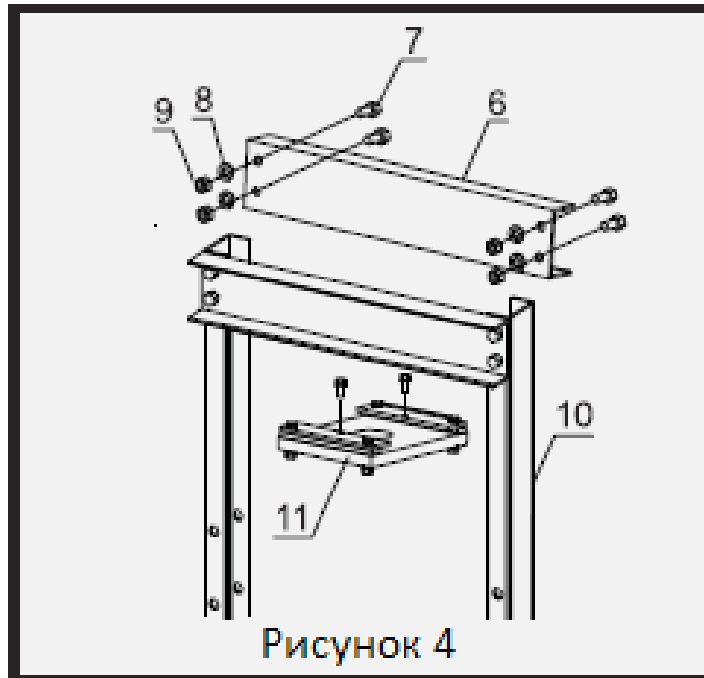

Рисунок 4
5. Совместите отверстия на верхней балке (6) с отверстиями в верхней части стоек рамы (10) и закрепите их на месте болтами (7), шайбами (8) и гайками (9). Прикрепите опорную плиту толкателя (11). См. рисунок 4.